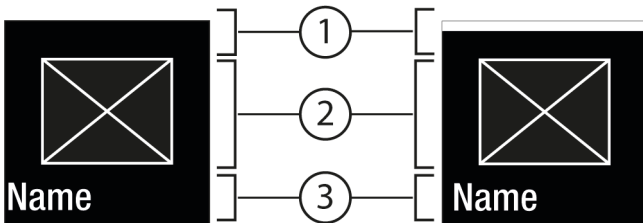
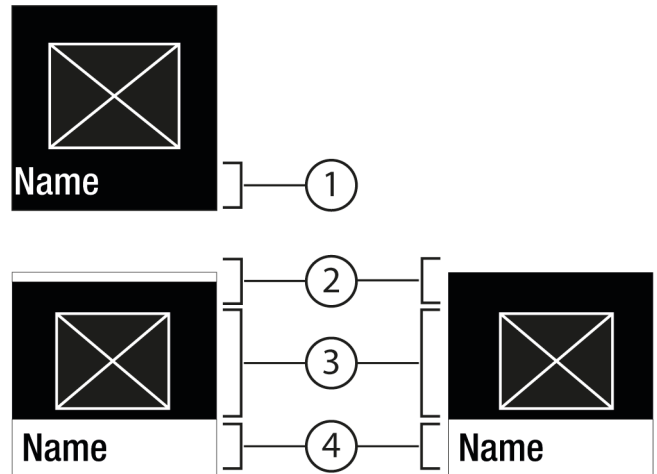

Fig. 6
Fig. 7
- Pomocou Potvrdiť Fig. 5 (2) vyvolajte podmenu Fig. 7 (4).
- Nastavenie novej hodnoty: Pomocou Potvrdiť Fig. 5 (2) vyberte deaktivovanú hodnotu Fig. 6 (1).
- Späť na menu: pomocou Potvrdiť Fig. 5 (2) vyberte už aktívovanú hodnotu Fig. 6 (2).
- ▷ Stav: aktivovaná *Fig. 6 (1)* sa krátko objaví v podmenu *Fig. 7 (4)*.